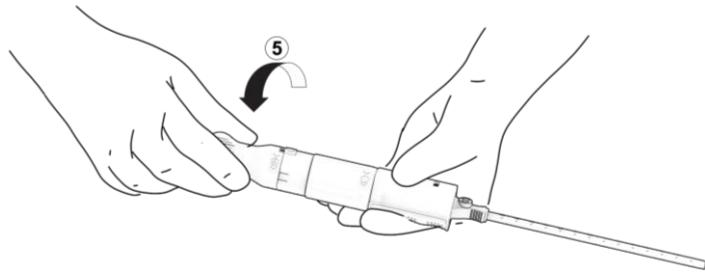

Figur 15. Udløs knastlåsen.
- a. Find knastlåsen (mærket '4'), og tryk denne grønne knap helt ned. Figur 15. Sørg for, at knappen er helt trykket ned, før du fortsætter med trin 5.